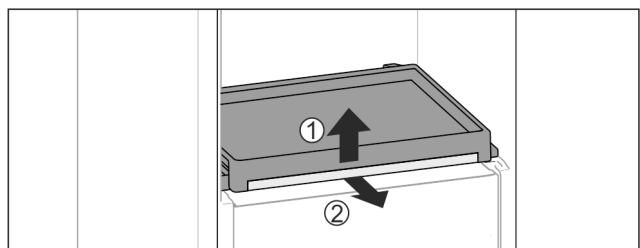

Fig. 132
- ▶ Извадете изтеглящата се дъска със стъклената плоча: Повдигнете леко отпред стъклената плоча Fig. 132 (1) и я изтеглете напред Fig. 132 (2).